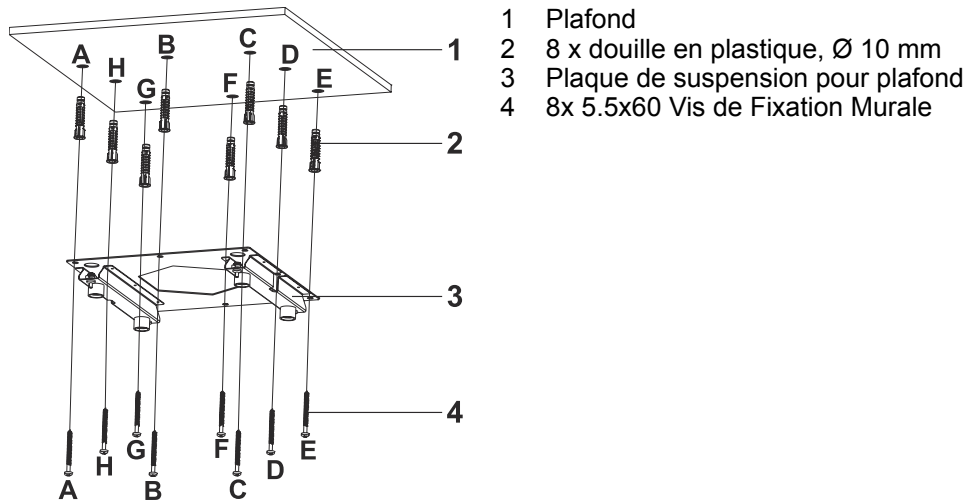

Fig. 11
1. ➤ Percez la surface à l'endroit où sera installé le produit à partir des points A, B, C, D à l'aide d'une perceuse de 10 mm de diamètre (Fig. 11).
2. ➤ Insérez des chevilles en plastique de 10mm de diamètre dans les points percés A,B,C,D E F G H(Fig. 11).
3. ➤ Installez la plaque de fixation du plafond au plafond au niveau des points A,B,C,D,E,F,G,H à l'aide des vis 5,5x60 (4) (Fig. 11).